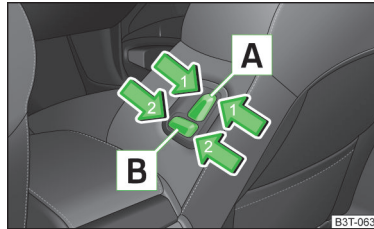

Abb. 73
► Den Schalter **A** in Richtung eines der Pfeile 1 » Abb. 73 drücken.
► Den Schalter **B** in Richtung eines der Pfeile 2 » Abb. 73 drücken.